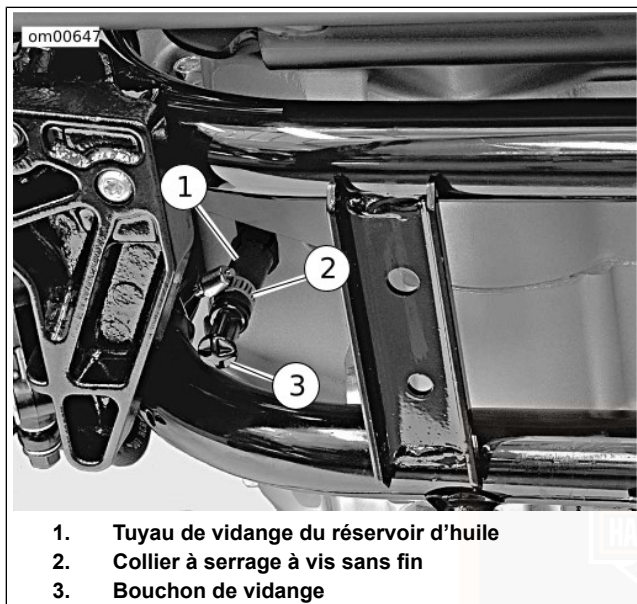

Figure 32. Tuyau de vidange du réservoir d'huile et support : modèles Sportster (modèle XL illustré)
3. Voir Figure 32. Placer un récipient approprié directement sous le tuyau de vidange (1) en bas et à l'arrière du carter moteur. Le bac doit pouvoir contenir environ 2,8 L (3 qt).
4. Desserrer le collier de serrage à vis sans fin (2) et tirer le bouchon de vidange (3) de l'extrémité du tuyau de vidange. Vidanger totalement l'huile moteur du réservoir d'huile. Il n'est pas nécessaire de vidanger le carter moteur.